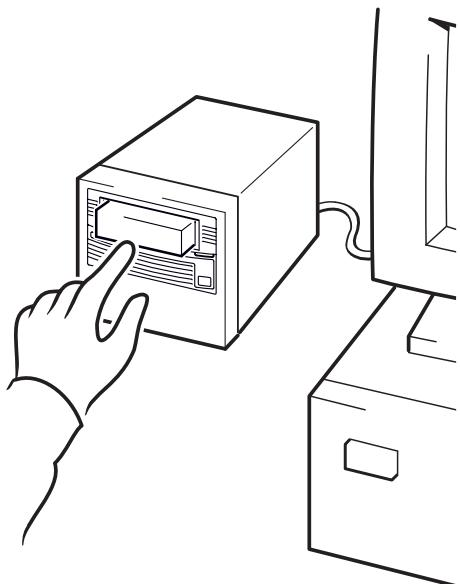

図 10a: HP OBDR の使用方法 : ステップ 1
- 1 最新のブート可能カートリッジをテープ・ドライブに挿入します（図 10a を参照）。カートリッジには、CD-ROM フォーマットでテープにデータを書き込むバックアップ・アプリケーションを使用する必要があります。